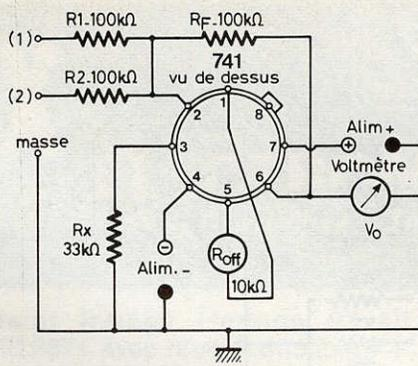

Fig. 6
Le montage de la **figure 6** permet l'addition de deux nombres. Ces nombres sont représentés par des tensions proportionnelles appliquées aux points (1) et (2) d'où elles sont transmises à l'entrée inverseuse 2 du 741.